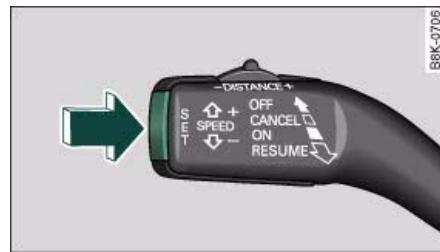

Fig. 111 Palanca de mando: Memorizar la velocidad
- Pulse la tecla **SET** -flecha- ⇒ fig. 111 para programar la velocidad deseada.
Puede aumentar la velocidad, en cualquier momento, pisando el acelerador. Al soltar el pedal del acelerador, el sistema establecerá de nuevo la velocidad programada anteriormente. Pulsando la tecla **SET** ⇒ página 106, fig. 111 se puede programar la velocidad deseada en cualquier momento. ■